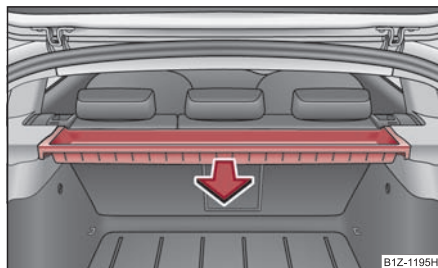

Fig. 136 Desmontaje del compartimento guardaobjetos
- Cojala carcasa con ambas manos y sáquela tirando de ella en el sentido de la flecha ⇒ fig. 136.